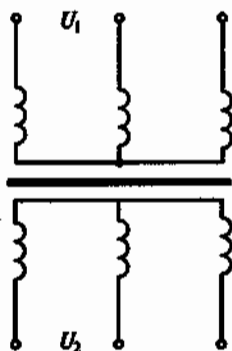

Рис. 177
6.41.Р. Обмотки трехфазного трансформатора на рис. 177 соединены по схеме звезда—звезда. Его номинальные данные: мощность $S_{ном} = 560$ кВ·А, $U_{1ном} = 6000$ В, $U_{2ном} = 400$ В. Плотность тока обмоток $\delta = 8$ А/мм². Каково сечение проводов первичной S_1 и вторичной S_2 обмоток?